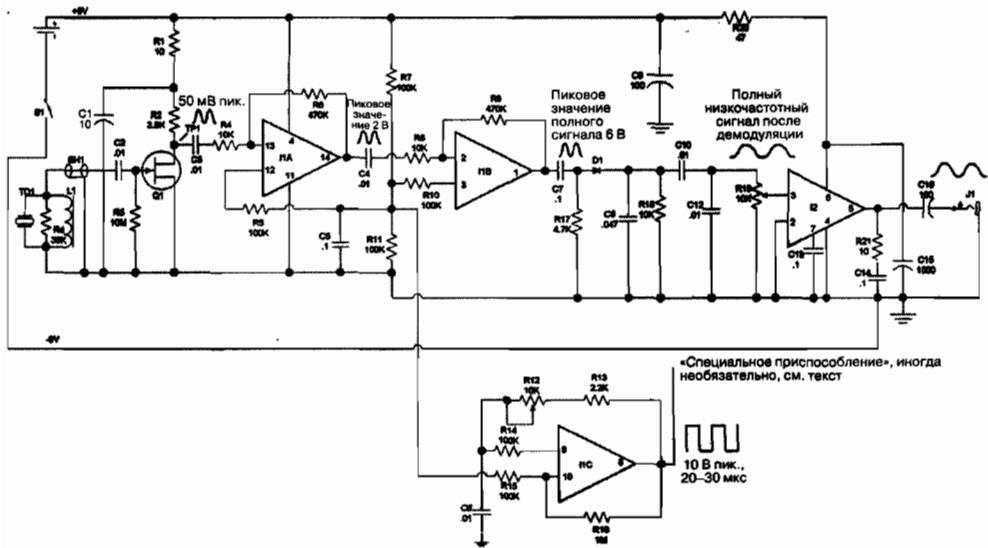

Рис. 26.2. Принципиальная схема ультразвукового микрофона
Микрофон ультразвукового пьезопреобразователя TD1 воспринимает ультразвуковые механические колебания и преобразует их в электрический сигнал за счет действия пьезоэлектрического эффекта (рис. 26.2). Катушка L1 и собственная емкость пьезопреобразователя образуют эквивалентный резонансный контур на частоте резонанса около 25 кГц. Параллельно к контуру подключен резистор Rd. Эта параллельная эквивалентная резонансная схема образует источник сигналов с большим импедансом, которая через конденсатор C2 подключена к затвору полевого транзистора Q1. Резистор R1 и конденсатор C1 развязывают напряжение смещения на стоке. Схемотехнические решения и экранирование входных проводов играют здесь важное значение, поскольку эта схема очень чувствительна к шумам, сигналам обратной связи и др.
1. Выключите устройство, подключите наушники HS30, вставьте батарею 9 В. Подключите измерительный прибор-мультиметр в режиме измерения тока 100 мА к контактам переключателя R19 и быстро измерьте ток, который должен быть около 20 мА. Отключите мультиметр и установите регулятор R19 на среднее положение. Обратите внимание на мягкий шипящий звук в наушниках. Затем включите компьютер или телевизор и настройте R19 для получения четкого тонового сигнала от одного из этих источников звука. Выключите источник звука и мягко потрите двумя пальцами друг о друга, слушая в наушниках ясно различимый звук. Проверьте весь диапазон регулятора на возникновение нежелательных сигналов обратной связи или ложных сигналов. Теперь устройство готово к окончательной сборке. Обратите внимание на контрольные точки и форму сигналов (см. рис. 26.2). Форма и амплитуда сигналов должны соответствовать указанным на рис. 26.2.